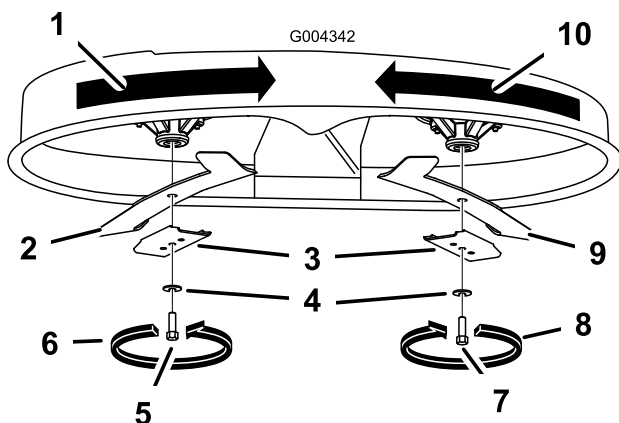

Figura 50
Tenete l'estremità della lama con un cencio o un guanto bene imbottito. Togliete il bullone, la rondella curva, il rinforzo della lama e quest'ultima dall'asse del fusello (Figura 50).
1. Montate la lama sull'asse del fusello (Figura 50).
2. Montate il rinforzo della lama, la rondella curva (lato concavo verso la lama) ed il bullone della lama (Figura 50).